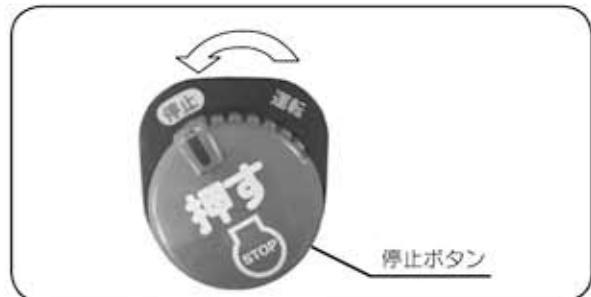

図16
- ④ 緊急停止ボタンを【押】すと、エンジンが停止します。(図16)